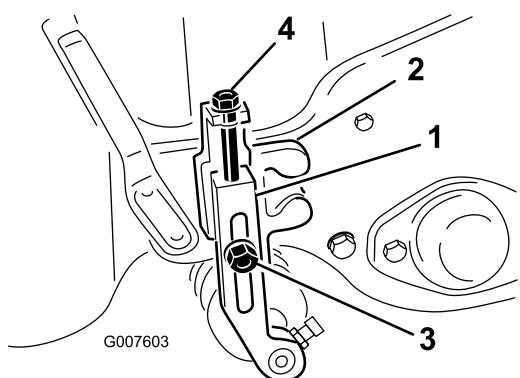

Bild 48
2. Lösen Sie die Sicherungsmuttern, die die Schnitthöheninstellarme zur Schnitthöheninstellhalterungen festlegen (Bild 48).